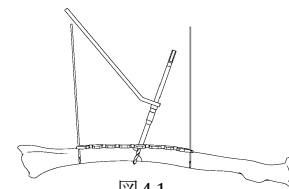

図4-1
- 5) 3.5 ロッキングホール又はリダクションホールに、3.5 コーティカルスクリュー (S) が適用可能です。
- 6) 3.5 コーティカルスクリュー (S) 用ドリルガイドを用いて、2.5 ドリルでドリリングします。（図4-1、4-2）